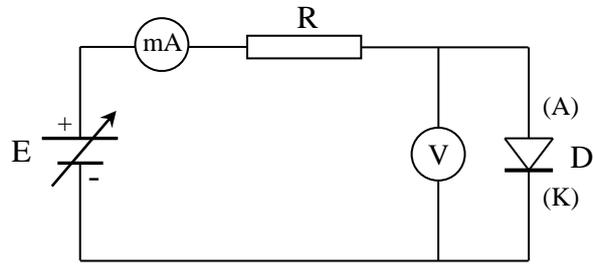

Fig. 9
- 3- Réaliser le montage de la (fig. 9).